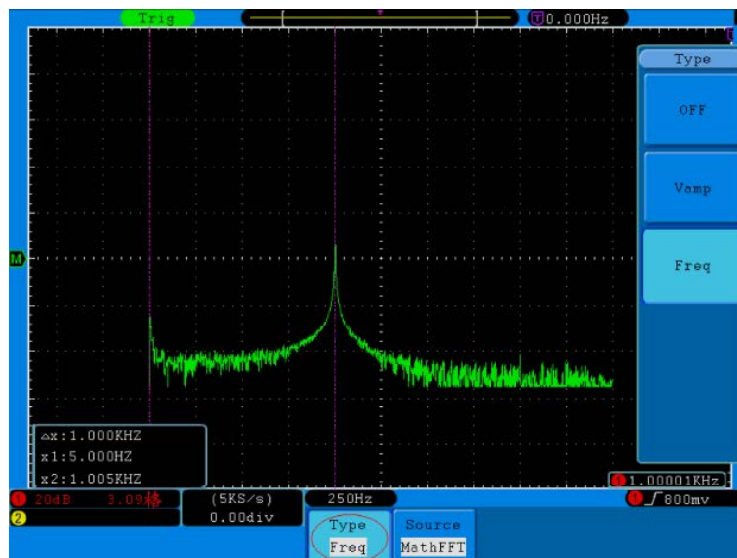

Abb. 76 Wellenform der Freq-Cursormessung
3. Stellen Sie die Positionen von Cursor1 und Cursor2 mithilfe des Einstellknopfes **VERTICAL POSITION** von CH1 und CH2 entsprechend der gemessenen Wellenform ein. Das Fenster unten links zeigt den Differenzwert der beiden Cursor und die aktuelle Position an. (Siehe **Abb. 76**).